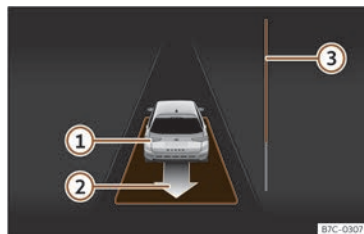

Fig. 175 A la pantalla del quadre d'instruments: sortir de l'aparcament d'un forat en línia.
- Retrocediu fins que soni el senyal continu del ParkPilot; **O BÉ:** feu marxa enrere fins que a la pantalla del quadre d'instruments aparegui la indicació de fer marxa endavant. La barra de progrés»» **fig. 175** **③** indica la distància que cal recórrer»» pàg. 272.